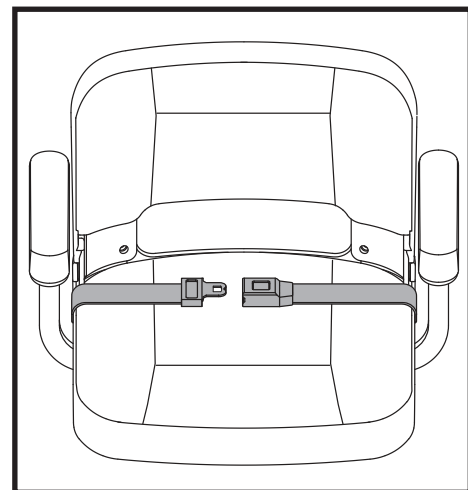

Abb. 29. Rückhaltégurte - Rückhaltégurt mit Schloss
Ihr Elektromobil ist mit einem KFZ-typischen Rückhaltégurt ausgestattet, der dem Benutzer angepaßt werden kann. **Siehe Abb. 29 oder 30.** Der Rückhaltégurt wurde konzipiert, um ein Auf- oder Abwärtsrutschen des Fahrers zu verhindern. Der Rückhaltégurt ist nicht als Rückhaltesystem entwickelt worden.
1. Schloßzunge in das Schloßteil stecken, bis der Schnellverschluß hörbar einrastet. **Siehe Abb. 29.**